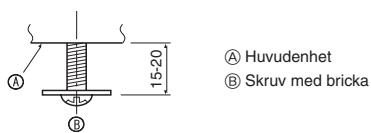

Fig. 9-5
9.4.1. Förberedelser (Fig. 9-5)
- Montera de två medföljande skruvarna med bricka ② till huvudenheten (i hörnområdet vid dräneringsröret och i motstående hörn), se bild.